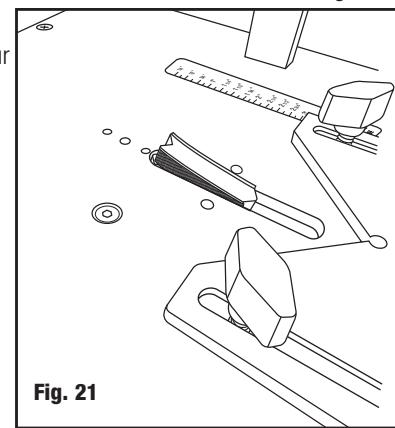

Fig. 21
1. Remove nails by pressing lever completely and pull off of magnet. (**Fig. 21**)
1. Retirer les agrafes en abaissant complètement le levier et les éloigner de l'aimant. (**Fig. 21**)